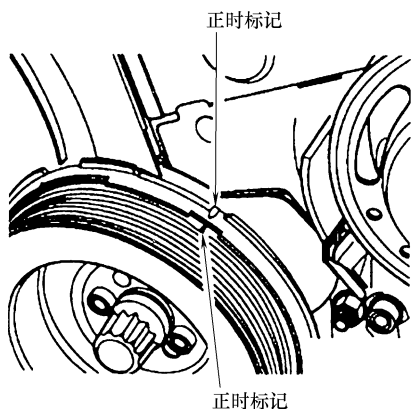

图 1-26 对齐曲轴带轮上止点标记
- 7) 旋转曲轴至压缩行程上止点位置，确保减振器上的上止点标记与发动机上的标记对齐，如图 1-26 所示。